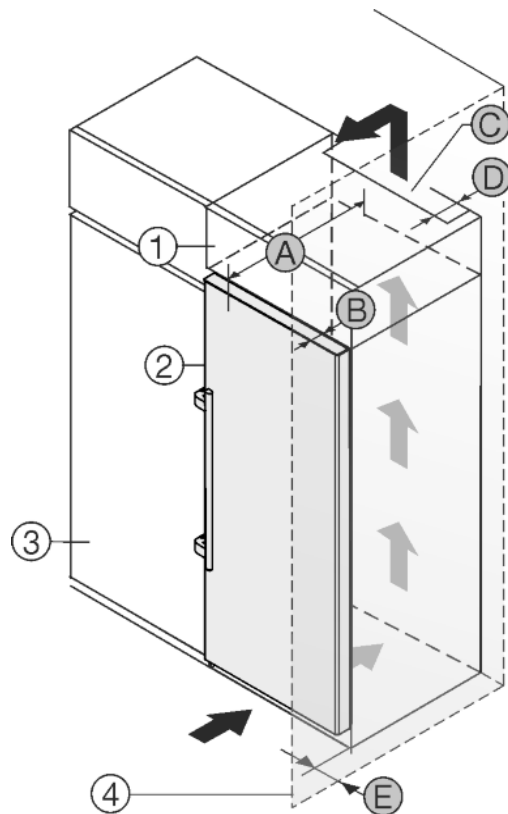

Fig. 21
Urządzenie może zostać obudowane szafkami kuchennymi. Aby dopasować urządzenie Fig. 21 (2) do wysokości ciągu szafek kuchennych, można nad urządzeniem umieścić szafkę nasadzaną Fig. 21 (1).
Urządzenie można ustawić bezpośrednio obok szafki kuchennej Fig. 21 (3). By móc całkowicie otworzyć drzwi, urządzenie musi wystawać przynajmniej o głębokość Fig. 21 (B) za front szafki kuchennej. W zależności od głębokości szafek kuchennych oraz od zastosowania elementów dystansowych urządzenie może wystawać jeszcze bardziej.
- Na tylnej ścianie szafki nasadzonej wymagany jest wywiewny kanał wentylacyjny o głębokości Fig. 21 (D) na całej szerokości szafki.
- Pod sufitem pomieszczenia należy zachować przekrój odpowietrzający Fig. 21 (C).
Jeżeli urządzenie będzie ustawiane z zawiasami do ściany *Fig. 21 (4)*, to pomiędzy urządzeniem i ścianą należy zachować odstęp *Fig. 21 (E)*. Na taką odległość wystaje klamka przy otwartych drzwiach.